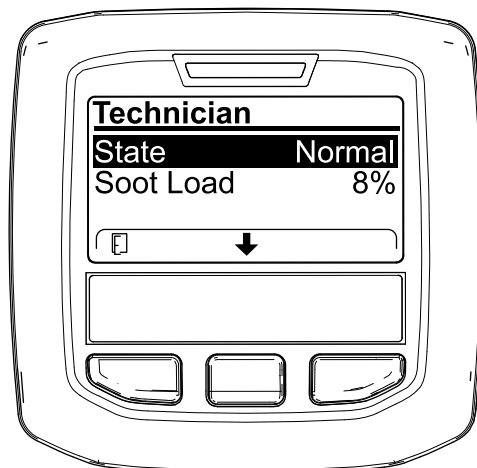

Figure 40
- Reportez-vous au tableau de fonctionnement du FAP pour comprendre l'état actuel de fonctionnement du FAP (Figure 40).